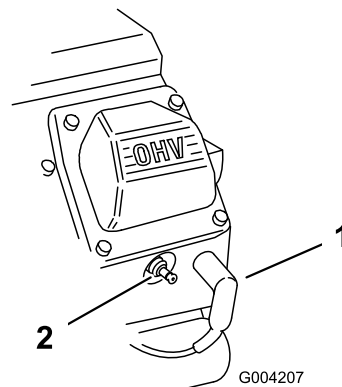

Figura 166
- Asamblați firele bujiilor la bujii (Figura 166).